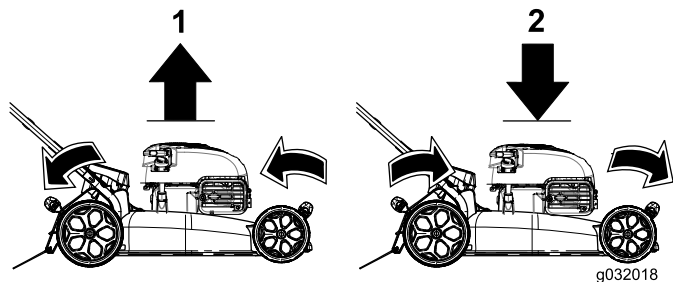

Figure 13
**Remarque:** Pour élever ou abaisser la machine, déplacez les leviers de hauteur de coupe comme montré à la Figure 13.